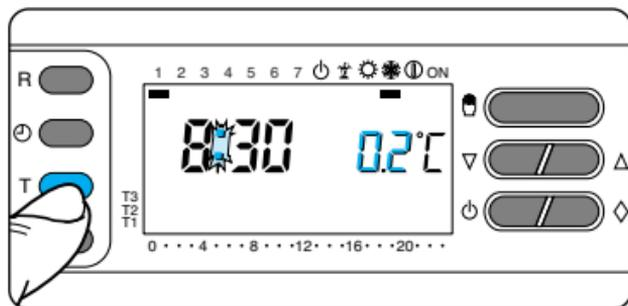

Fig. 76
15.3 - Premere il pulsante T (fig. 76).